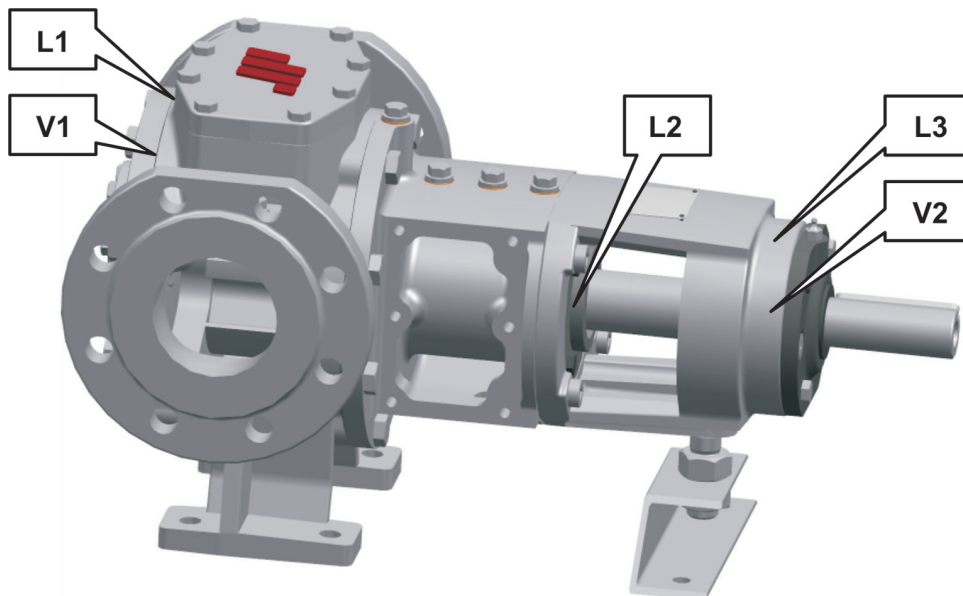

Fig. 1 - Indicación de las posibilidades de supervisión y de las ubicaciones recomendadas (opcional)
- Supervisión de las temperaturas de la superficie de la carcasa en las áreas indicadas (véanse las fig. 1 y 2) y el control o supervisión del medio de templado en caso de que una junta del eje templada garantice una protección suficiente contra posibles situaciones peligrosas.